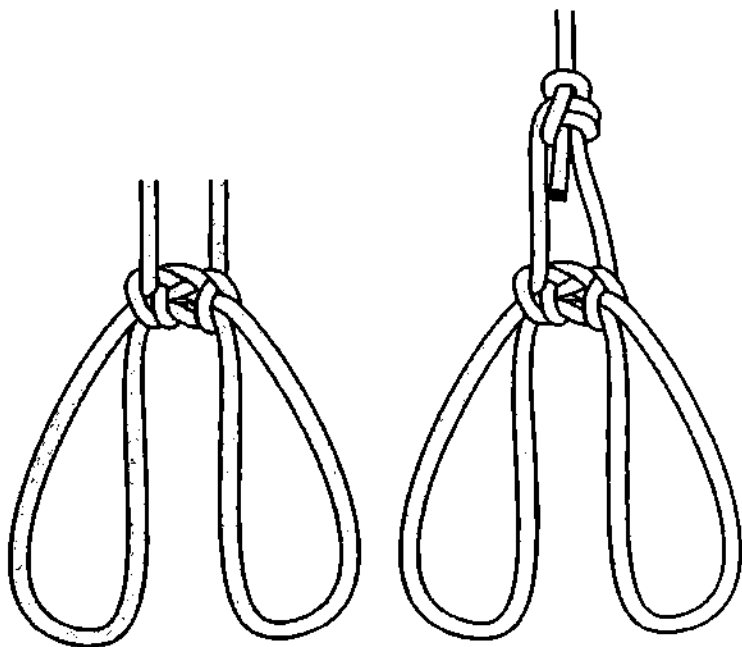

Рис. 448. *Лестничный узел*.
*Лестничный узел* – это *колышка с рифом*, выполняющая функцию двойной петли (рис. 448). *Лестничный узел* очень надёжный и безопасный и способен выдержать значительное напряжение. Он не скользит, не затягивается, его петли не соединяются и независимы друг от друга, он легко запоминается и быстро вяжется и поэтому предпочтительней *боцманского узла*. *Лестничный узел* отлично держит на всех видах верёвок.